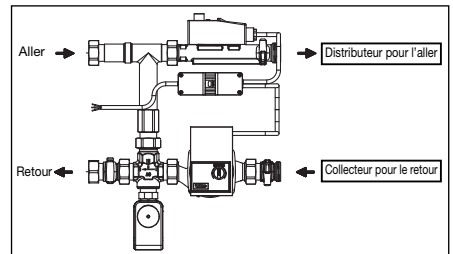

Fig. 6.2 Sens de circulation
- Il est impératif d'en tenir compte lors du montage des blocs de répartition (voir fig. 6.2)!